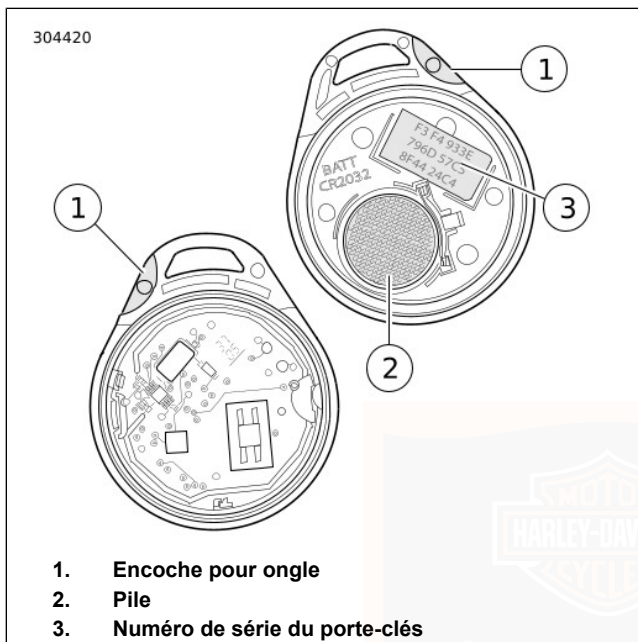

Figure 17. Pile du porte-clés à mains libres
1. Voir la Figure 17. Tourner lentement une lame mince dans l'encoche pour angle (1) sur le côté du porte-clés pour séparer les deux moitiés.
2. Retirer la pile (2) et la jeter.